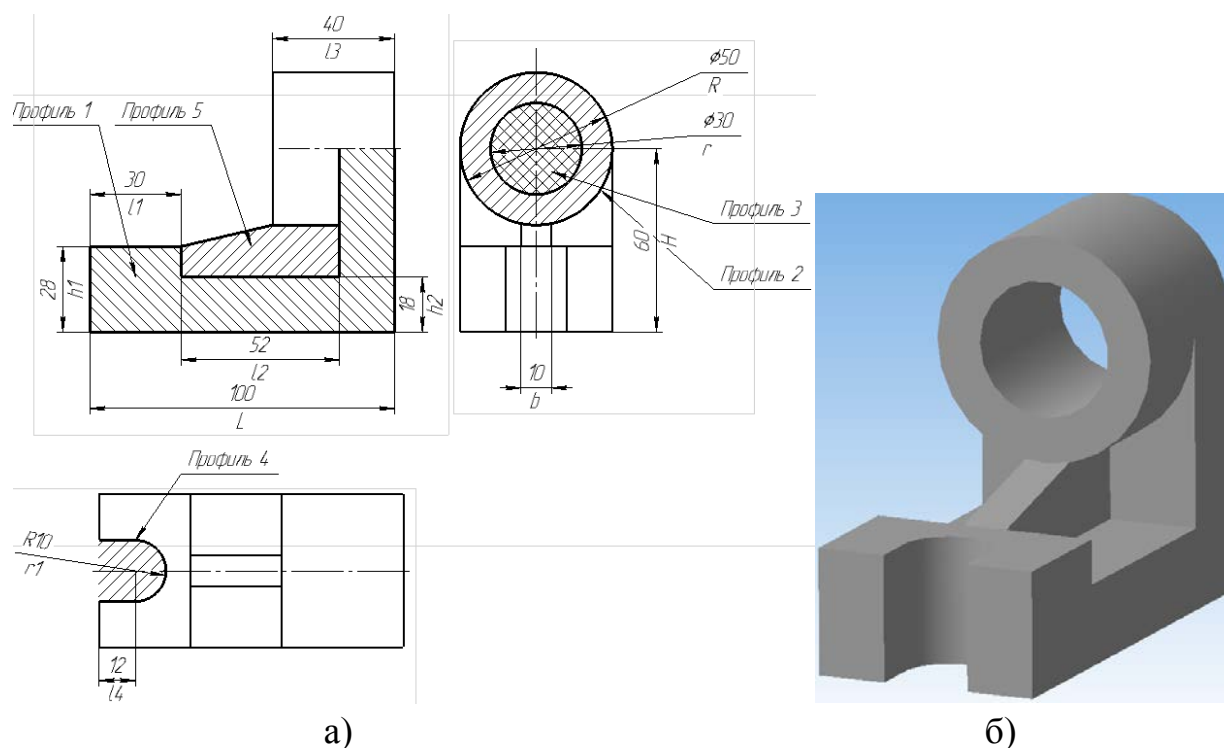

Рисунок 3.1 – чертеж (а) и 3D модель (б)
- 1) В новом документе создайте чертеж (рисунок 3.1).
1) В новом документе создайте чертеж (рисунок 3.1).